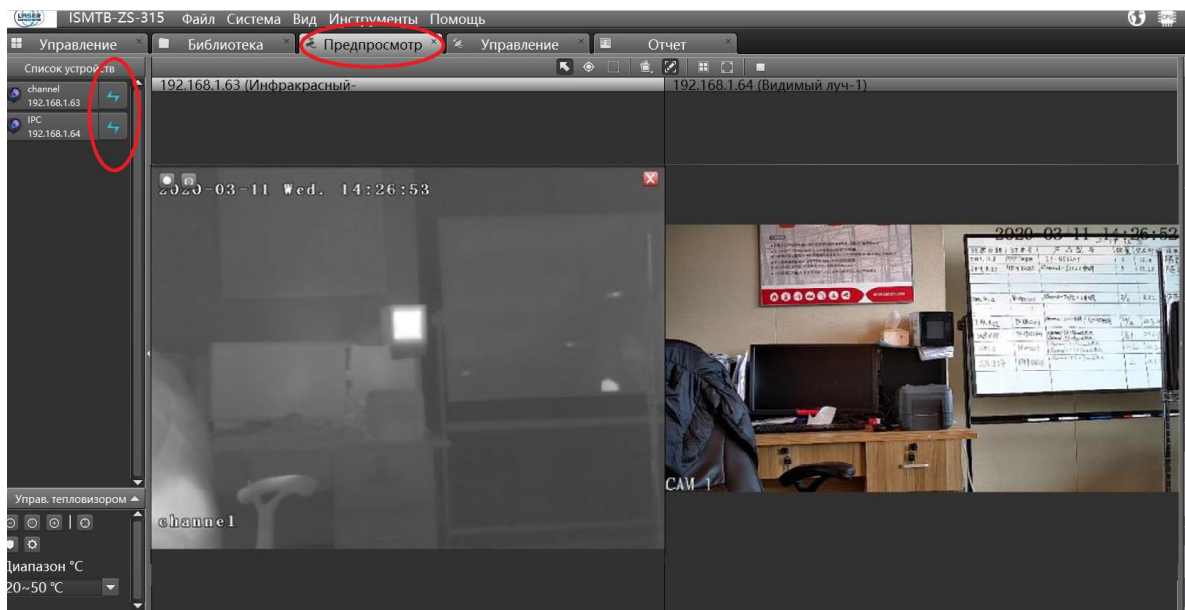

Рисунок 5. Просмотр в режиме онлайн
2) Сначала одним щелчком по соответствующему окну отображения следует выбрать окно отображения, затем выбрать камеру, изображение с которой будет отображаться в этом окне (см. Рисунок 5, инфракрасная камера – слева, камера видимого диапазона - справа).